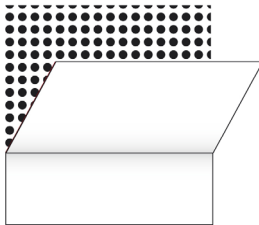

Figure 05
- › Une fois le visuel correctement positionné et appliqué sur le haut, retirer la bande de Tiro et enlever le liner. (FIG. 05)